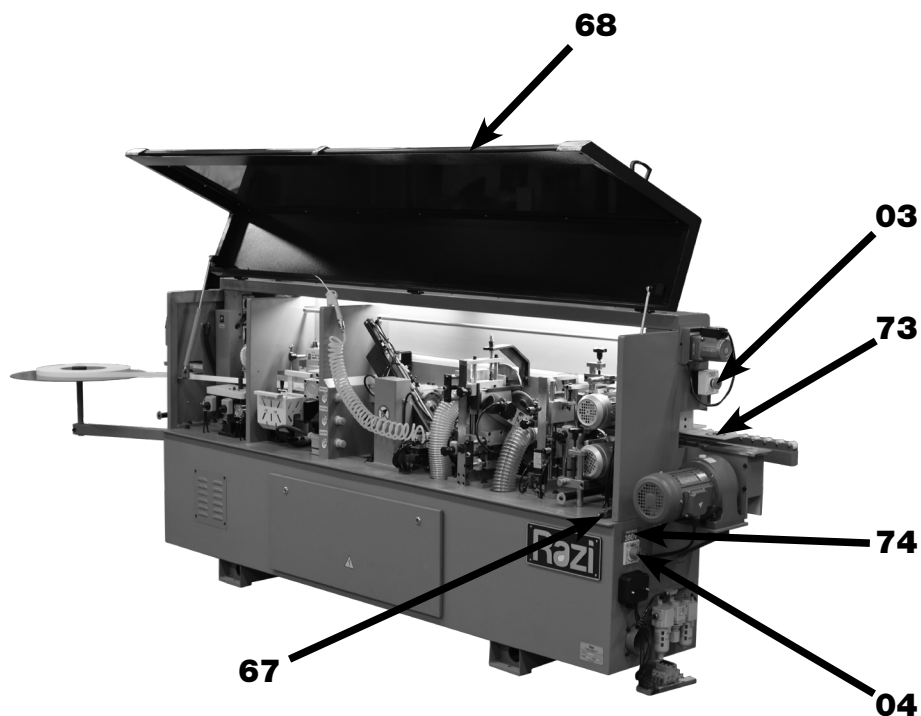

FIGURA 15 – Chave Geral
Além da Chave Geral (04) localizada na lateral traseira da máquina (figura 15). Toda a lógica de ajuste, operação e telas da IHM (07) são detalhadas no Capítulo de **OPERAÇÃO**.
- Botão de Emergência (03) localizado na parte traseira da máquina (figura 15);
- Chave de Intertravamento (67) localizada no interior da Estrutura (09), com a função de intertravar a Porta de Acesso (68) (figura 15);
- Chave Geral (04) (figura 15) para desligar todo o sistema elétrico, a fim de garantir a segurança do operador ou qualquer pessoa que venha a realizar algum tipo de intervenção no equipamento;